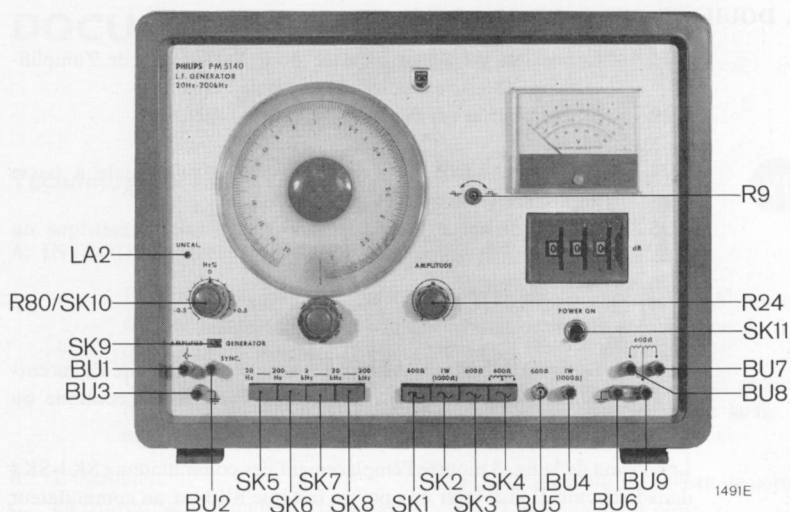

Fig. 2
- Placer l'interrupteur secteur SK11 en position inférieure. Voir fig. 2.
B. REGLAGES DIVERS (voir fig. 2)